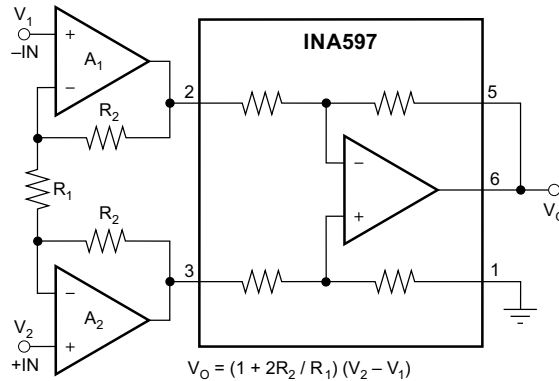
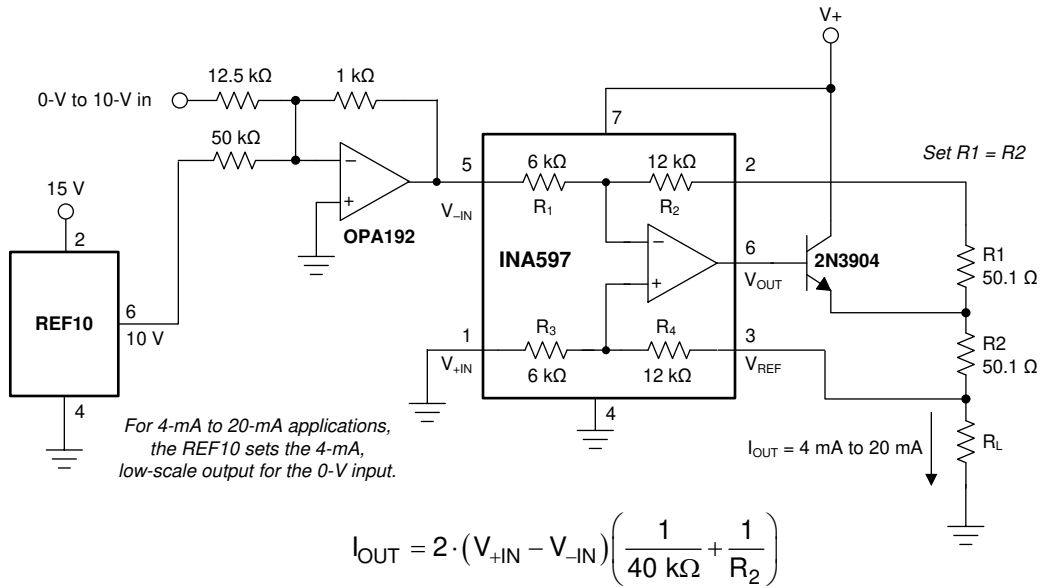

图 9-5. 精密仪表放大器
图 9-9. 精密电压至电流转换
INA597 能够测量超出电源轨的电压。对于 $G = 1/2$ 和 $G = 2$ 差分放大器配置，请参阅 节 7 中的输入电压范围以了解详细信息。INA597 可通过多种方式进行配置；请参阅 图 9-5 至 图 9-9。此类配置依赖于内部匹配的电阻器；因此，所有此类配置都具有出色的增益精度和增益漂移。
INA597 可与运算放大器相结合，形成一个具有特殊运行特性的完整仪表放大器 (IA)，如图 9-5 所示。